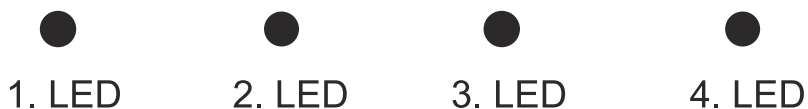

Fig. 47: LED-indikatorer på fläkten
Fläkten måste ha ström och strömbrytaren i fläkten måste vara på. Håll nu på/av-knappen på fjärrkontrollen intryckt i 4 sekunder, varefter ett pip hörs från fläkten. Nu ska alla LED-indikatorer (Fig. 47) blinka konstant. Om de inte blinkar konstant har fläkten troligtvis varit i Auto-läge och läget är nu deaktiverat. Upprepa i så fall proceduren för att aktivera Auto-läge.
När fläkten är aktiverad i Auto-läge blinkar den fjärde LED-indikatorn (Fig. 47) i 20 sekunder. Därefter tänds den fjärde LED-indikatorn (Fig. 47) konstant när motorn inte är igång.
- ⇒ LED-indikatorerna på fläkten börjar blinka konstant i 2 grupper: Nu är Silverconnect ansluten till fläkten (Fig. 47).
Nu är fläkten i programmeringsläge för att ändra nivån för automatisk påslagning. Det syns också på LED-indikatorerna (Fig. 47) att de lyser efter respektive nivå. På nivå "1" lyser LED-indikator 1 i cirkulation med de andra, på nivå "2" lyser LED-indikator 2 i cirkulation med de andra o s v.
Varje gång du trycker på steg 3 på fjärrkontrollen ändras nivån som kan ses på LED-indikatorerna (Fig. 47) på fläkten. (Inställningstiden är 10 sekunder. Om inga knappar trycks in under 10 sekunder stängs programmet av. Varje gång du trycker på steg 3 på fjärrkontrollen förnyas inställningstiden på 10 sekunder med 10 sekunder).
När Auto-läget är aktivt kommer det att synas på den fjärde LED-indikatorn (Fig. 47) som konstant kommer lysa när fläkten ej är igång.